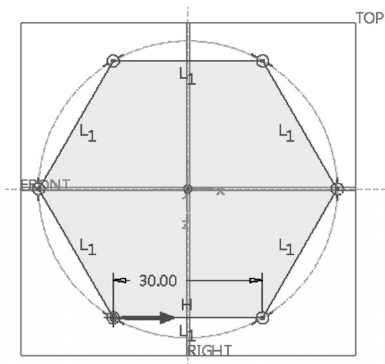

图 4-85 绘制第二个截面
6) 在“截面”面板中单击“草绘”按钮，进入草绘器，绘制图 4-85 所示的第二个截面。该截面和第一个截面一模一样，它们的起点和终止点也相同。单击 (确定) 按钮，完成截面草绘并退出草绘器。